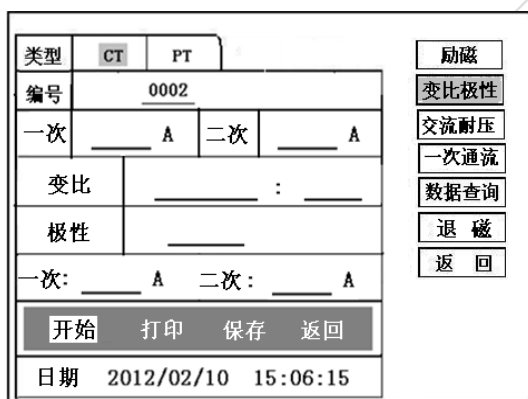
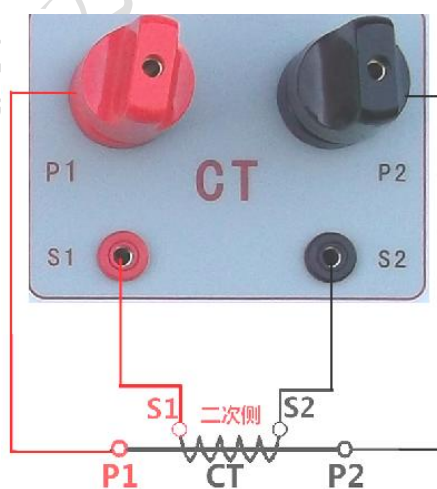

图 12, CT 变比极性测试界面
图 13, CT 变比极性接线图
1) 参数设置：测试界面见图 12。
按照图 13 进行接线, CT 一次侧接 P1、P2, CT 二次侧接 S1、S2。进入 CT “变比极性” 测试界面, 如图 12。设置完成后, 合上“功率开关”, 移动光标至“开始”选项, 按下控制器, 试验即开始。